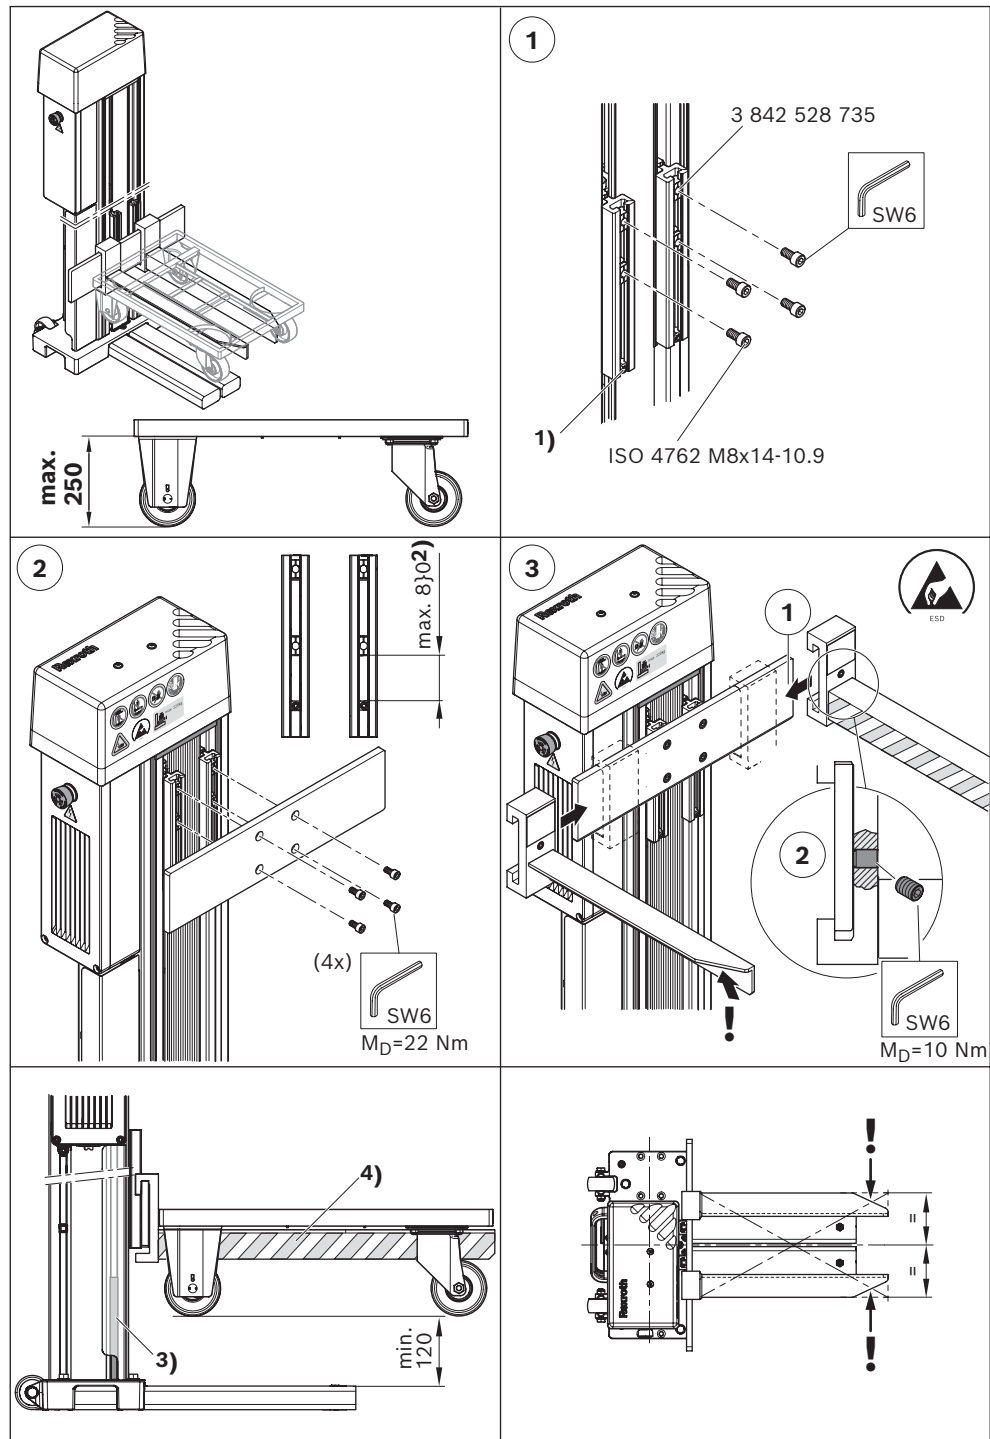

Fig. 19: Montagem da placa de fixação, forquilha para rodízio no chão com máx. 250 mm de espaço livre
- Rodízio no chão com máx. 250 mm de espaço livre (consulte Fig. 19)